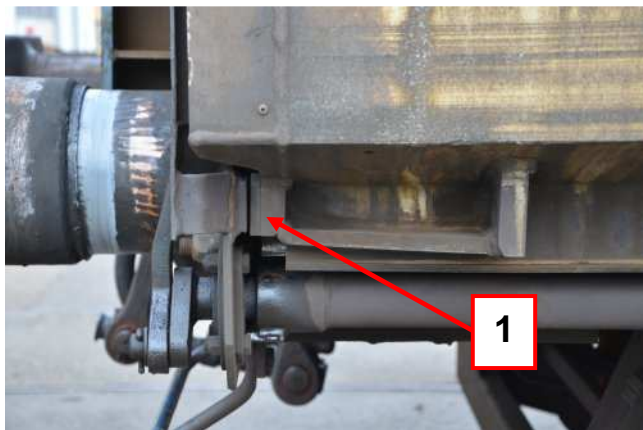

Bild 8: Schiebewand am stirnseitigen Anschlag
Der Verschlusshebel (2) ist in Richtung Wagenmitte zu drücken und anschließend wird die Sicherungsfalle vom Sicherungsbolzen durch Heben zu lösen. Der Verschlusshebel kann nun nach unten verschwenkt werden, bis die Sicherungsfalle (3) einrastet. (Bild 8 bis Bild 10)